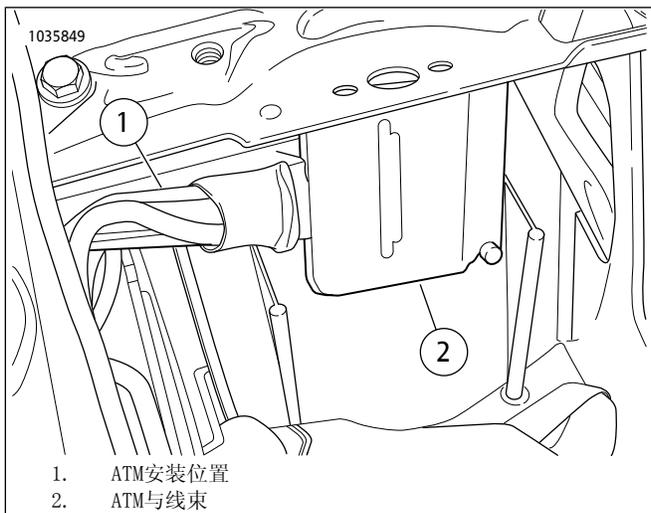

图14。ATM安装位置
13. 参见图14。使用酒精棉片清洁安装表面。去除背胶衬垫，将双面胶带粘贴至ATM。去除双面胶带的背胶衬垫，将ATM（1）粘贴至电池舱背面。